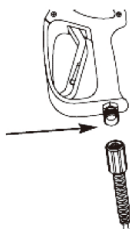
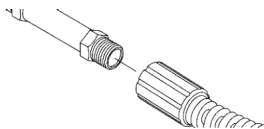

рис.4
рис.5
3.3 Подсоедините шланг высокого давления к выходному штуцеру. Важно: чтобы избежать повреждения мойки, установить удлинитель сопла на распылитель и присоединить все шланги перед запуском двигателя. Размотайте шланг высокого давления и прикрепите один конец шланга к основанию распылителя. Затяните (рис.4). Подсоедините другой конец шланга высокого давления к выходному отверстию высокого давления на мойке. Затяните (рис.5). Подключите